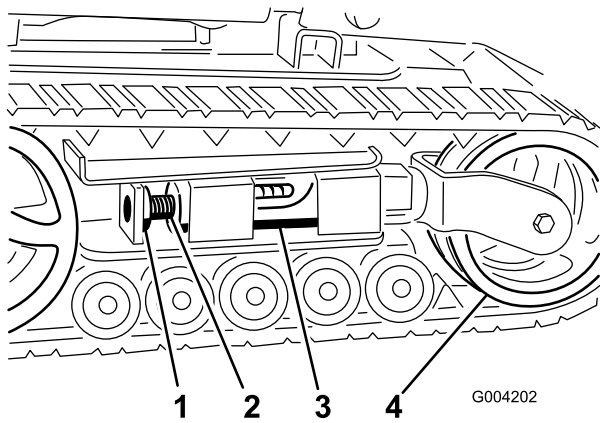
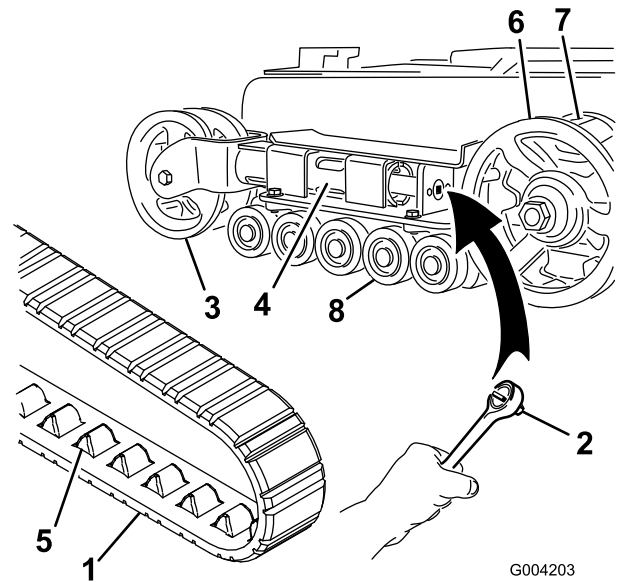
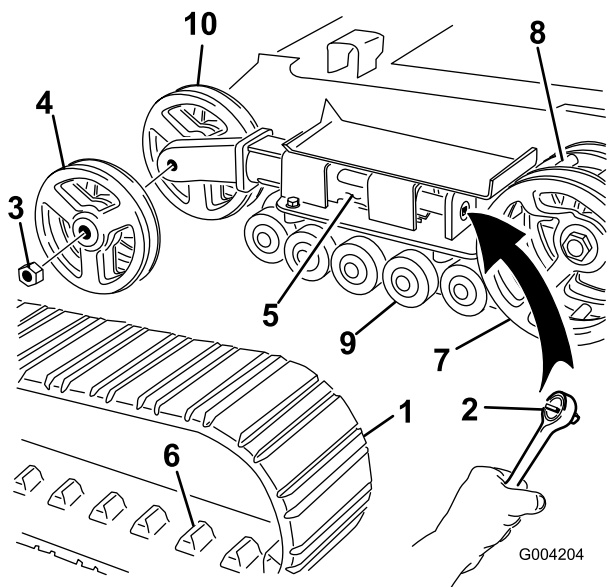

Figura 45
Figura 46
Figura 47
4. Togliete il bullone di bloccaggio e il dado (Figura 45).
6. Allineare l'intaglio più vicino della vite di tensione al foro del bullone di bloccaggio e fissare la vite con il bullone di bloccaggio e il dado (Figura 45).
6. Spingere la ruota di tensione verso il retro dell'unità in modo da spostare il tubo di tensione contro il telaio (Figura 46).
Nota: Avete cingoli a larghezza ridotta se le ruote di tensione anteriori sono montate all'interno di una forcella all'estremità del tubo di tensione (Figura 46).
5. Utilizzando un cricchetto di trasmissione da 1/2", rilasciate la tensione di trasmissione ruotando la vite di tensione in senso orario (Figura 45 e Figura 46).
8. Quando il cingolo è staccato dalla ruota di tensione, rimuovetelo dai denti di trasmissione e dalle ruote non motrici (Figura 46).
9. Avvolgete il nuovo cingolo iniziando dalla ruota conduttrice e controllando che i denti del cingolo si alloggino tra i distanziali della ruota stessa (Figura 46).
10. Spingere il cingolo sotto e tra le ruote non motrici (Figura 46).
Nota: Avete cingoli a larghezza ridotta se le ruote di tensione anteriori sono montate sui lati dell'estremità del tubo di tensione (Figura 47).
- Togliete il bullone di bloccaggio e il dado (Figura 45).
- Utilizzando un cricchetto di trasmissione da ½", rilasciate la tensione di trasmissione ruotando la vite di tensione in senso orario (Figura 45 e Figura 47).
- Spingere la ruota di tensione verso il retro dell'unità in modo da spostare il tubo di tensione contro il telaio (Figura 47).
- Togliere il dado di fissaggio della ruota di tensione esterna e rimuovere la ruota (Figura 47).
- Togliere il cingolo (Figura 47).
- Togliere il dado di fissaggio della ruota di tensione interna e rimuovere la ruota (Figura 47).
- Montare la ruota di tensione interna e fissarla con il dado tolto in precedenza (Figura 47).
- Montare il nuovo cingolo, accertandosi che gli attacchi del cingolo si inseriscano tra i denti al centro della ruota conduttrice (Figura 47).
- Montare la ruota di tensione esterna e fissarla con il dado tolto in precedenza (Figura 47).
6. Collocare il tappo ingrassato della ruota non motrice sulla testa del bullone (Figura 46).
7. Fissare il tappo della ruota con l'anello elastico (Figura 46).